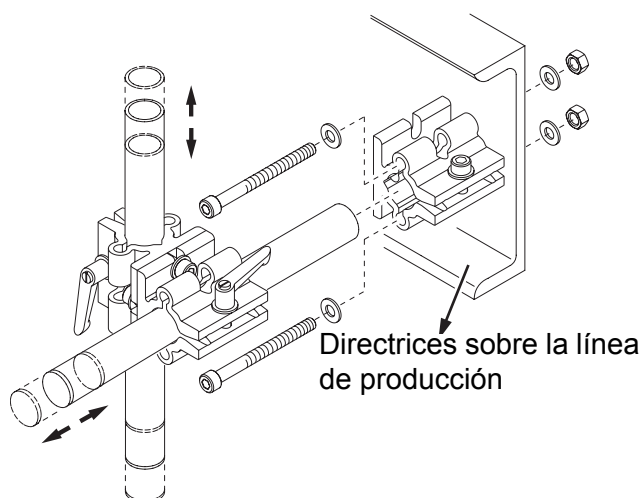

Figura 3-6: Directrices sobre la línea de producción de la impresora Unicorn II
- 5 Sujete el tubo de acero inoxidable vertical a la abrazadera de aluminio combinada (observe la Figura 3-6).